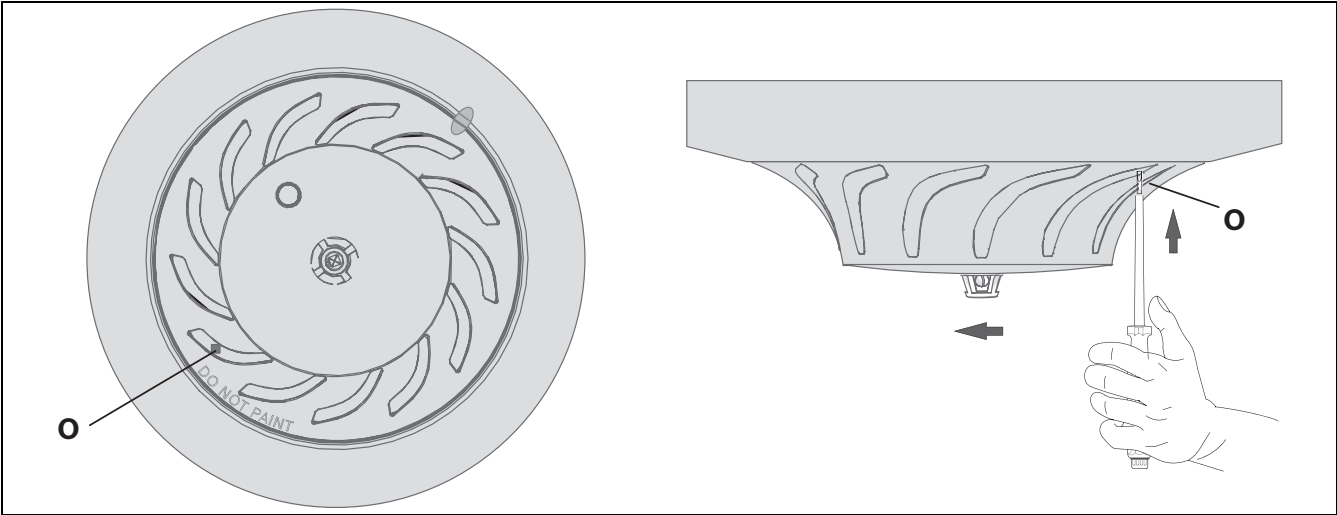

Figura 4.3 Liberando o Detector
Libere o detector travado, empurrando firme a ondulação (O) sobre a borda externa do detector com uma chave de fenda (consulte *Figura 4.3*) e, ao mesmo tempo, girando o detector para a esquerda.